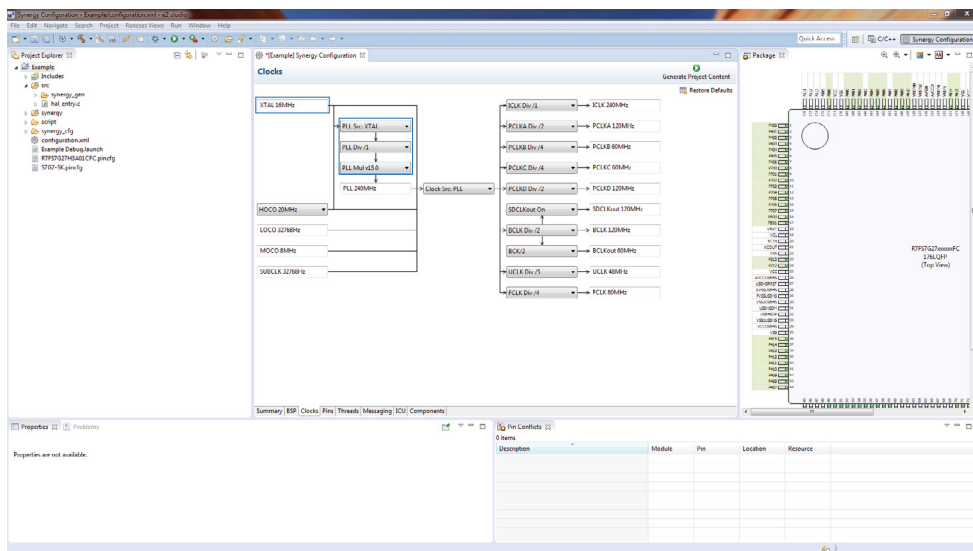

Рис.3. Вкладка «Clocks».
3. Перейдите на вкладку «Clocks». Измените параметр XTAL24 MHz, на 16 MHz и выберите его в качестве основного источника тактирования. В качестве PLL Div выберите 1, в качестве PLL Mul выберите x15.0 (Рис.3).